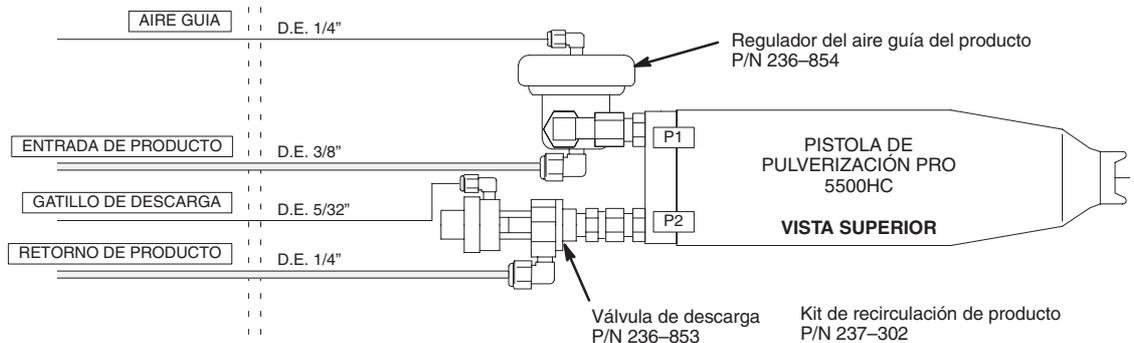
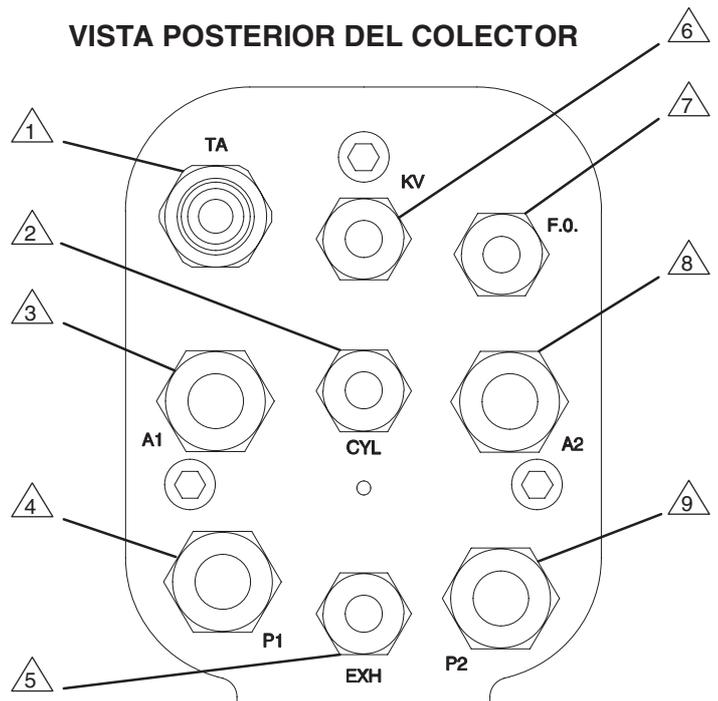

Fig. 2
Fig. 7
La pistola PRO 5500HC ofrece la posibilidad de supervisar el voltaje real de pulverización gracias a las lecturas de voltaje de pulverización de la fibra óptica opcional. La lectura en KV o la lectura en KV y de corriente puede ser de gran ayuda para controlar las características de voltaje cuando se pulverizan productos conductores. Ver la Fig. 2, en la página 8.
La Fig. 1, en la página 8, muestra un sistema típico del modelo 5500. La Fig. 2 muestra algunas de las opciones del sistema.
Ver la Fig. 1 y 2, en la página 8, donde se muestra un esquema de las conexiones de aire y de producto. Conectar las líneas de aire y de producto al colector de aire tal como indica la Fig. 7, en la página 11.
Con la pistola se envía, desmontado, un conector opcional de fibra óptica (124). Si se utiliza una visualización KV, instalar el conector en el colector. Consultar la Fig. 7, nota 7. Ver la Fig. 2, en la página 8, donde se muestra el esquema de las conexiones de fibra óptica.